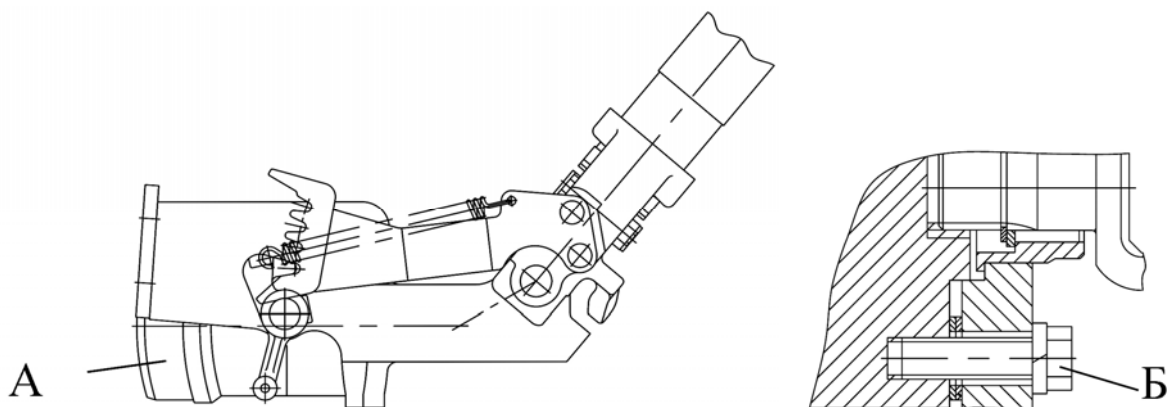

Рисунок 7.20
- 23) установите насос-дозатор «А», (рисунок 7.20), и закрепите его четырьмя болтами «Б» (М10х30) с пружинными шайбами;